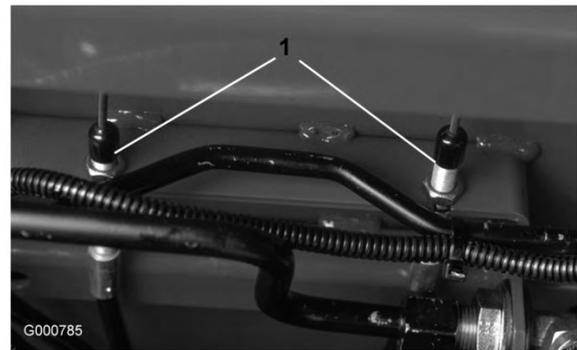

Figura 62
2. Per ridurre il gioco dei pedali del freno, stringete i freni allentando il dado anteriore sull'estremità filettata del cavo del freno (Figura 62). Serrate quindi il dado posteriore per spostare indietro il cavo fino ad ottenere un gioco compreso tra 1,25 e 2,5 cm per i pedali dei freni. Serrate i dadi anteriori dopo avere regolato correttamente i freni.